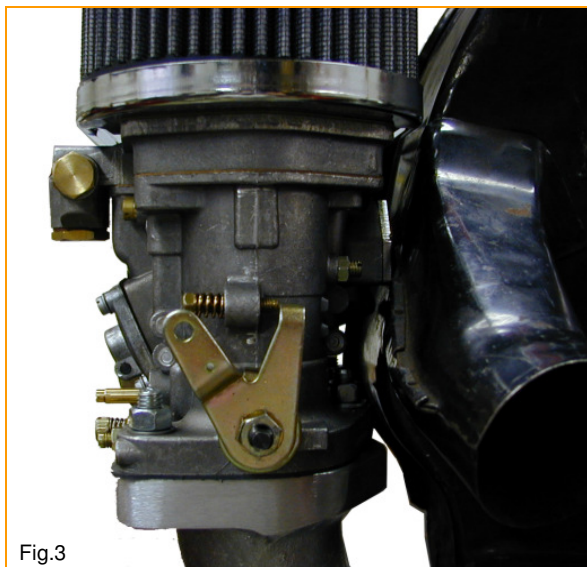

Fig.3
- Biegen Sie, an beiden Vergasern, das Sicherungsblech der (in Fahrtrichtung) hinteren Drosselklappenwellenmutter mit einem Schlitz- Schraubendreher zurück. Siehe Fig. 3 und 4.